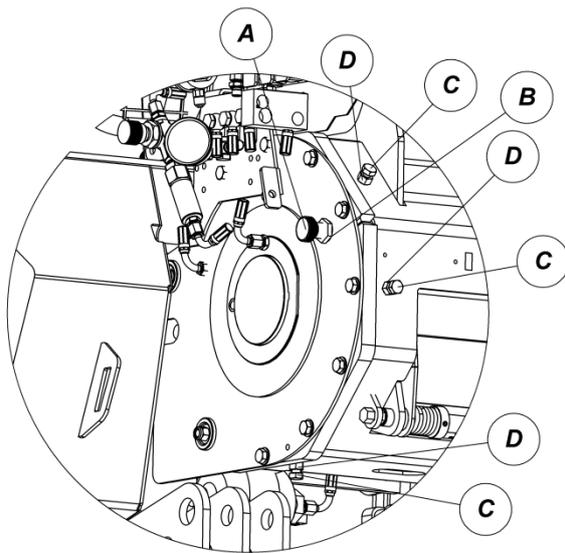
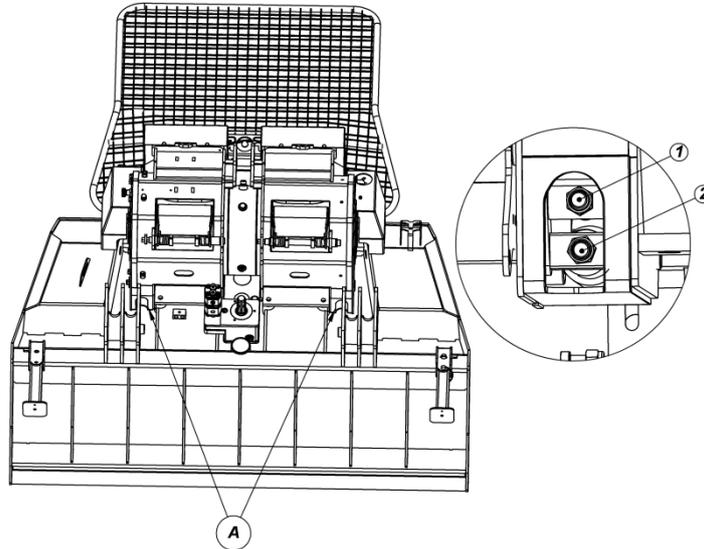

Bild 11
Bild 13
Mit der Schraube A und der Mutter B (Bild 11) wird die Vorbremse eingestellt. Die Vorbremse ist richtig eingestellt, wenn das Seilabwickeln noch ohne größeren Kraftaufwand möglich ist. Wenn das Ziehen bergauf erfolgt, kann die Vorbremse noch zusätzlich mit der Schraube A entlastet werden, damit das Seilziehen erleichtert wird.
Mit den Schrauben C (Bild 11 und 12) den Abstand zwischen dem Bremsband und der Bremstrommel regulieren. Wenn das Drehen der Bremstrommel ohne Kontakt mit dem Bremsband möglich ist, die Schrauben C gegen das Lösen mit der Mutter D sichern. Diese Einstellung wurde schon werkseitig bei einer Prüfung erledigt. Eine neue Einstellung ist dann bei einem Bremsbandersatz erforderlich.
Die Einstellung bei einem Schlupf der Bremse erledigen. Die Mutter 1 (Bild 13) für eine halbe Umdrehung eindrehen. Wenn das nicht genügt, den Vorgang wiederholen.
Achtung, die Mutter 2 (Bild 13) auf dem Zylinder nicht ein- oder ausdrehen!
**Einstellung im Falle, wenn der Seilausstoß das Seil nicht auszieht (größere Seilrolle dreht sich, Pos. D, Bild 13 a, das Drahtseil steht still)**
Das Regulierventil (Pos. A, Bild 13 a) auf die maximale Geschwindigkeit einstellen, die Vorbremse lösen (Bild 11, Pos. A). Die Funktion der Abwicklung einschalten und die Schraube (Pos. C, Bild 13 a) so lange drehen, dass die Vorrichtung das Drahtseil abwickelt. Damit wird die Schubkraft der kleinen Seilrolle auf das Drahtseil eingestellt.
Beim Aufwickeln (Ziehen) funktioniert der Hydromotor als eine Bremse und schafft im Drahtseil zwischen der Trommel und dem Seilausstoß eine Spannung. Überprüfen, dass sich beim Aufwickeln die große Seilrolle (Pos. D, Bild 13 a) dreht und nicht auf dem Drahtseil gleitet. Im Falle des Gleitens die Schraube zusätzlich drehen (Pos. C, Bild 13 a). Jetzt können die Vorbremse und die Geschwindigkeit des Drahtseilausziehens erneut eingestellt werden.
Das Regulierventil (Pos. A, Bild 13 a) auf die maximale Geschwindigkeit einstellen, die Vorbremse lösen (Bild 11, Pos. A), das Drahtseil auswechseln. (Siehe das Kapitel f – Montage des Drahtseils.) Das Seil bis zum Ende unter der Last aufwickeln, dann den Seilausstoß einstellen, wie unter *Einstellung im Falle, wenn der Seilausstoß das Seil nicht auszieht* beschrieben ist.
Bild 13 a